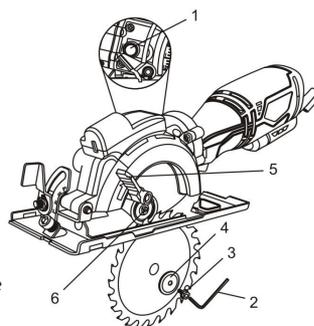

Figure 1
1. Appuyer vers l'intérieur sur le bouton de verrouillage de l'arbre (1) (figure 1).